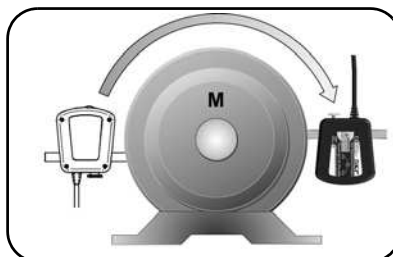

Fig. 18. Tourner pour mettre en position 3 heures
- c) Suivre le symbole circulaire sur l'afficheur et mettre les appareils de mesure en position 3 heures (fig. 18).